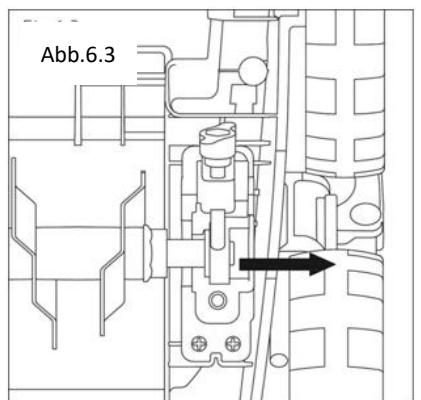

Abb.6.4
43. Utilisation du rouleau scarificateur (Fig.6.4)
- Tirez sur le système de lames d'origine pour le dégager du corps de la machine (Fig. 6.4).